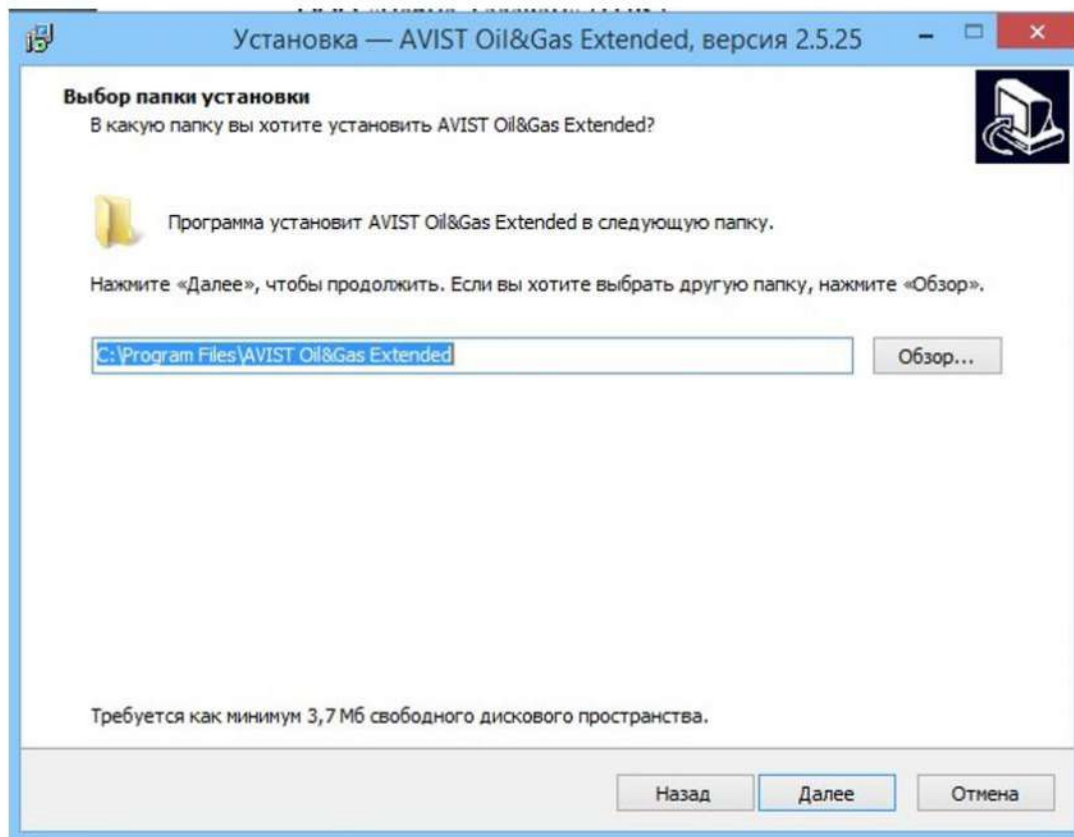

Рисунок 18 - Выбор папки установки
- 4) В следующем окне выбрать директорию, в которую будет установлен AVIST Oil&Gas Extended, директория определена по умолчанию (Рисунок 18).